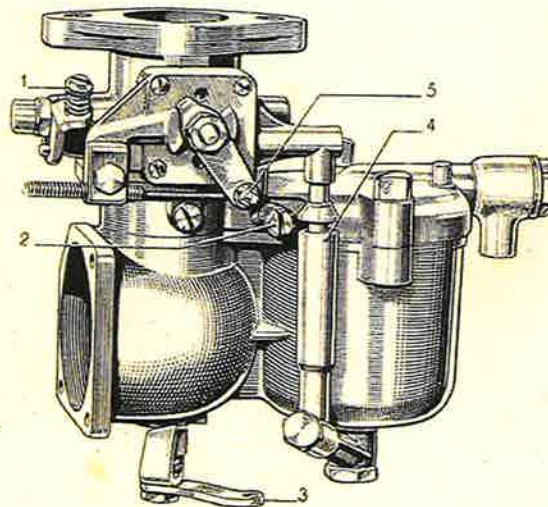

Fig. 23. - Carburatore Cr 6 con dispositivo d'avviamento.
62. Carburatore con dispositivo d'avviamento. — Per facilitare maggiormente l'avviamento del motore è stato applicato un nuovo tipo di carburatore, il mod. Cr 6, il quale è munito di uno speciale dispositivo per l'avviamento (fig. 23). Esso è un vero e proprio carburatore ausiliario, che permette di dare nell'istante dell'avviamento una miscela piuttosto ricca anche con bassa temperatura esterna.